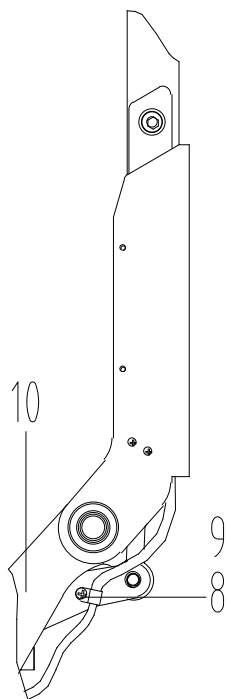

Figura 4
- Tal como se mostra na Figura 4, fixe bem com os parafusos (8) o corpo do porta-paletes (5) a base do guiador (10). A seguir, pressione o guiador para baixo e solte-o muito devagar. Faça algumas provas para se assegurar de que está bem montado e funciona bem.